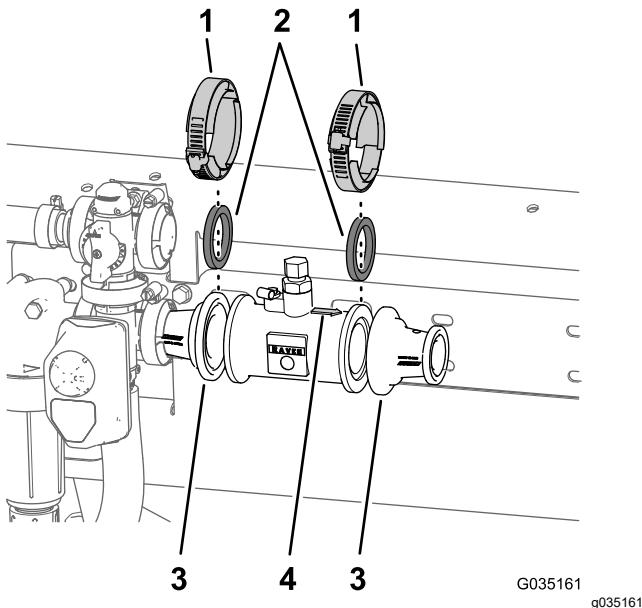

Рисунок 55
патрубком, расположенным с правой стороны главного регулирующего клапана (Рисунок 55).
- B. Установите, не затягивая, прокладку, расходомер и переходной патрубок (Рисунок 55) при помощи фланцевого хомута 76 мм (3 дюйма), снятого при выполнении пункта 2A раздела Демонтаж соединительной трубы и переходного патрубка \(страница 22\).
- C. Совместите прокладку (2-1/4 дюйма) и переходной патрубок, снятые при выполнении пункта 2C раздела Демонтаж соединительной трубы и переходного патрубка \(страница 22\), с концом расходомера, на который указывает стрелка направления (Рисунок 55).
- D. Установите уплотнительную прокладку, расходомер и переходной патрубок (Рисунок 55) при помощи фланцевого хомута 76 мм (3 дюйма), снятого при выполнении пункта 2A раздела Демонтаж соединительной трубы и переходного патрубка \(страница 22\).